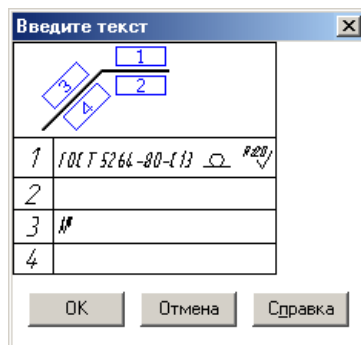

Рис. 57
- диалоговое окно **Введите текст** должно выглядеть как на рис. 57, нажмите ОК затем кнопки **Создать объект** и **Прервать команду** на панели специального управления;